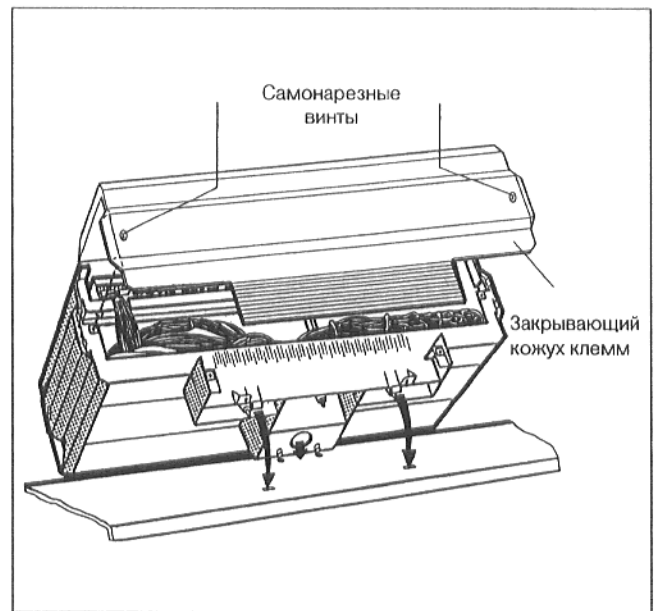

Рис. 16
- Вывернуть оба самонарезных винта сзади из закрывающего кожуха клемм и снять кожух (Рис. 16).
- Устройство регулирования установить таким образом, чтобы вставные крюки спереди входили в отверстия овальной формы, подать устройство регулирования по направлению вперед и затем откинуть назад, чтобы зафиксировались оба эластичных крюка с правой и левой стороны (см. стрелки – Рис. 16).
- Надеть закрывающий кожух клемм и привинтить посредством 2 самонарезных винтов (Рис. 16).